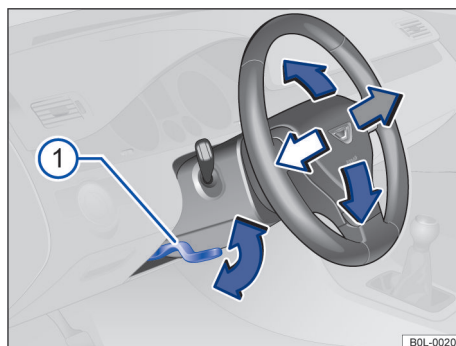

图 55 方向盘下部的转向柱饰板上：用于机械调节方向盘位置的操纵手柄
- 下推手柄 → 图 55 ①。
- 调整转向柱后务必上推手柄 → 图 55 ①，将其锁定，防止行驶中转向柱自行移位。